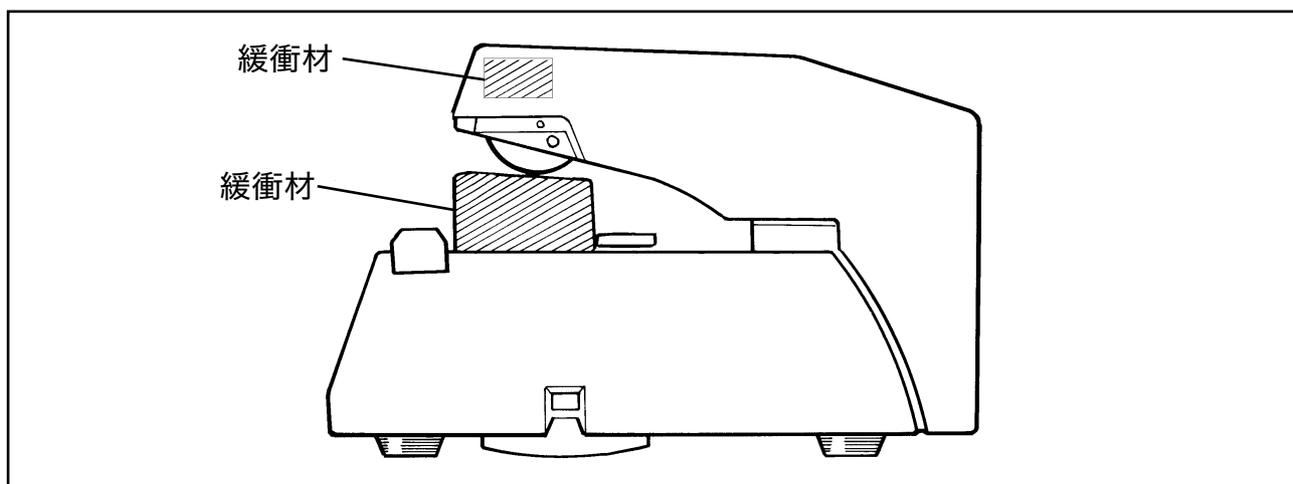

図1
- (1) 輸送中の機械の破損を防止するため、活字部に緩衝材(2箇所)が入っておりますので、ご使用になる前に取り除いてください。(図1参照)